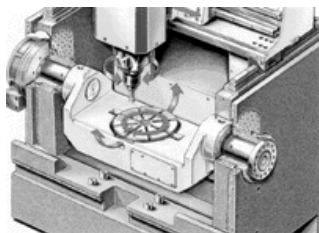

图 1-5 工作台回转的立式五轴加工中心
1) 工作台回转轴式,如图 1-5 所示。设置在床身上的工作台可以环绕 X 轴回转,定义为 A 轴。 A 轴一般工作范围为 $-120^{\circ} \sim +30^{\circ}$ 。工作台的中间还有一个回转台,在图示的位置上环绕 Z 轴回转,定义为 C 轴。 C 轴可以 360° 回转。这样通过 A 轴与 C 轴的组合,固定在工作台上的工件除了底面之外,其余的 5 个面都可以由立式主轴进行加工。 A 轴和 C 轴最小分度值一般为 0.001° 。这样又可以把工件细分成任意角度,加工出倾斜面、倾斜孔等。 A 轴和 C 轴如果与 XYZ 三直线轴实现联动,就可加工出复杂的空间曲面,当然这需要高档的数控系统、伺服系统以及软件的支持。这种设置方式的优点是主轴的结构比较简单,主轴刚性非常好,制造成本比较低。但一般工作台不能设计太大,承重也较小,特别是当 A 轴回转大于等于 90° 时,工件切削时会给工作台带来很大的承载力矩。